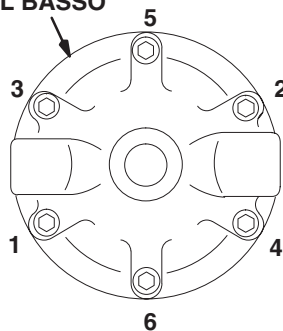

Fig. 5
14. Serrare il dado di blocco (13) sul corpo dello stelo (18) fino a 28–47 N.m.
15. Installare lo stelo della valvola (9), la molla (3), la guarnizione (21) e la vite di ritenzione (10) sul corpo dello stelo (18). Accertarsi che la linguetta sullo stelo della valvola (9) si adatti alla fessura sulla vite (10).
16. Serrare la vite di ritenzione (10) sul corpo fino a 28–34 N.m.
17. Installare la molla, la vite di regolazione (12) ed il tappo sul corpo (6). Serrare i sei tappi a vite (1) nella sequenza mostrata nella Fig. 5, **vista inferiore** e serrare come indicato.
18. Installare la guarnizione (15), la sede della valvola (16) e la sfera (20) nel corpo (6).
19. Avvitare il raccordo girevole (23) con l'anello di tenuta (4) e la molla (40) in posizione sull'ingresso. Serrare fino a 31–36 N.m.